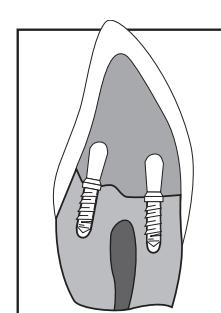

Figure 8
- Faça a reconstrução com o material restaurativo escolhido (Fig. 8).